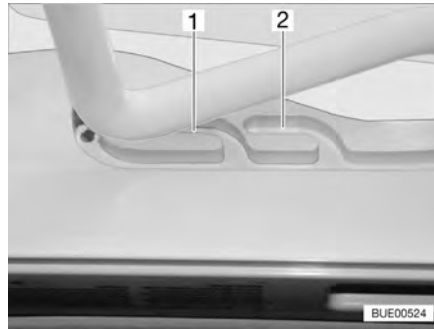
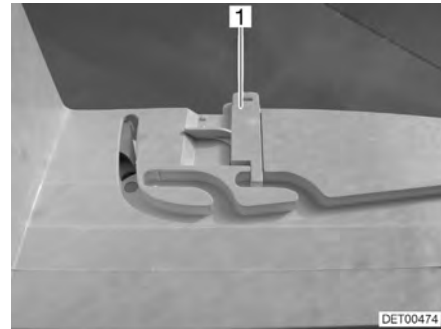

Bild 61 Heki-takluckan i ventilationsläge
Bild 62 Lås ventilationsläge
Heki-takluckan kan ställas i två ventilationslägen: Läget för dåligt väder (Bild 61,1) och mittläget (Bild 61,2). Beroende på modell kan takluckan låsas i mittläget med spärren (Bild 62,1).
- Tryck bygel lätt uppåt och skjut in den i det valda spåret (Bild 61,1 eller 2) och lås eventuellt.